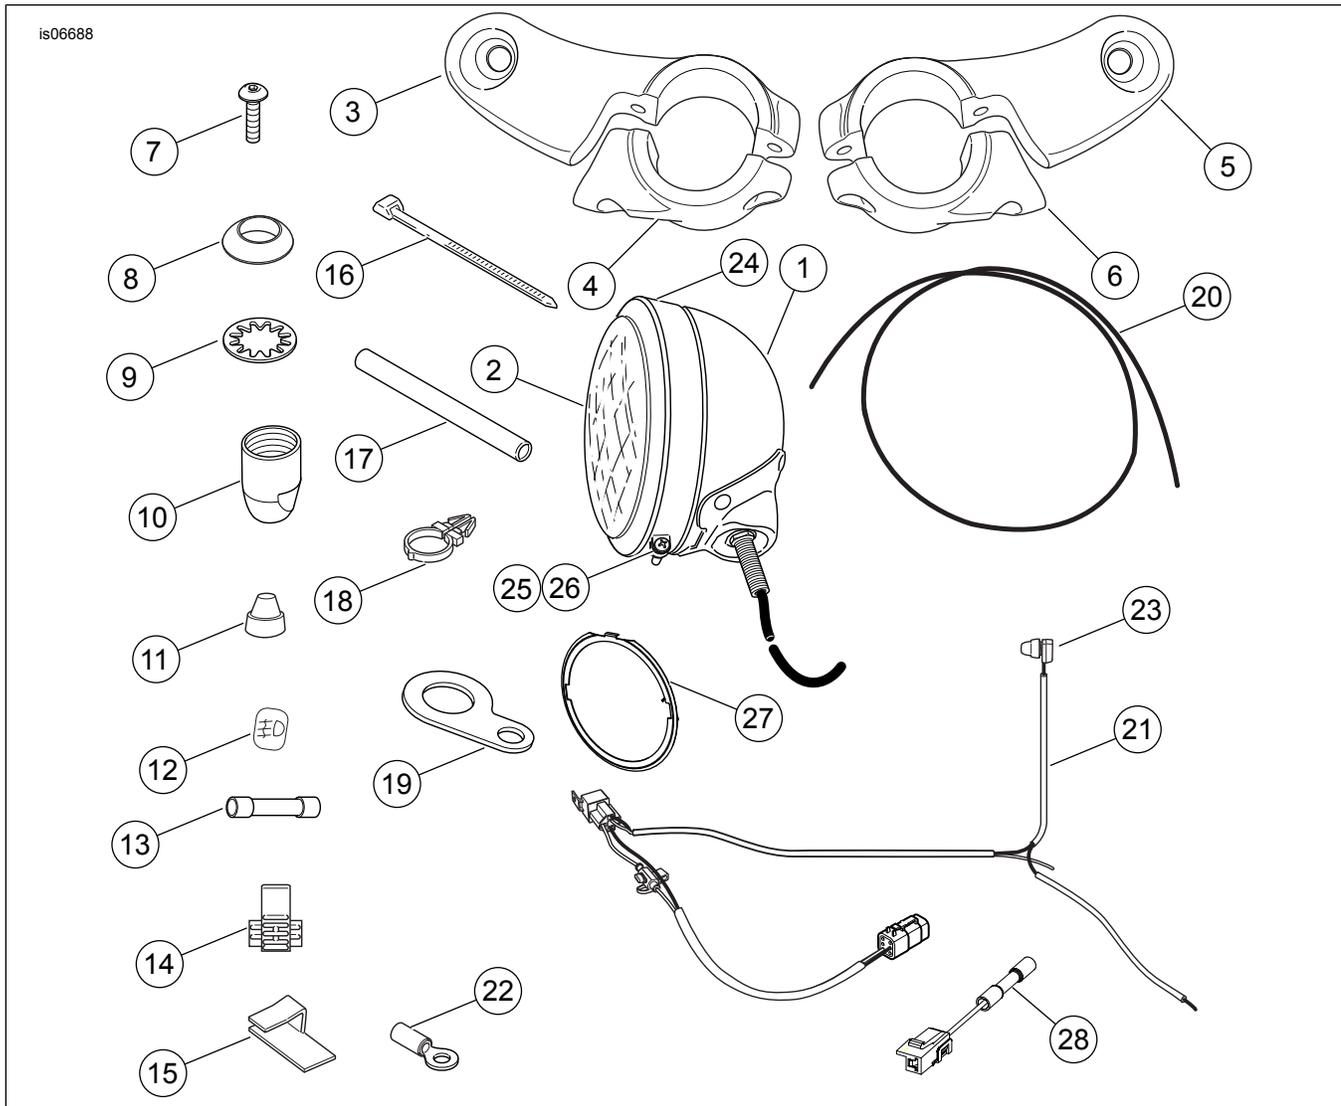

Figure 10. Pièces détachées : kit de feu auxiliaire chromé
Voir Figure 10 et Tableau 1.
6. Voir Figure 10. Rechercher l'anneau de garniture externe (24), l'anneau à emboîtement interne (27) la vis (25) et l'écrou (26).
12. **Modèles Softail de 2011 et plus récents** : Raccorder le connecteur Deutsch à 6 fiches au connecteur de diagnostics/P&A à 6 fiches sur le faisceau du véhicule. **Tous les modèles de 2003 et plus anciens** : Couper le connecteur à 6 fiches du faisceau. Installer une borne circulaire du kit sur le conducteur d'alimentation blanc et le connecter à la borne du goujon en cuivre (BAT) du disjoncteur du circuit principal. **Tous les modèles de 2004 et plus récents sauf les modèles Softail de 2011 et plus récents** : Couper le connecteur à 6 fiches du faisceau. Épisser le faisceau de connexion volante B+ (élément 28, Figure 10) au conducteur d'alimentation blanc et connecter la connexion volante au connecteur B+ sur le faisceau. Voir la section CONNECTEURS BOUT À BOUT SCELLÉS du manuel d'entretien.
13. **Tous les modèles sauf les modèles Softail de 2011 et plus récents** : Installer une borne circulaire du kit sur le conducteur de masse noir du faisceau. Connecter le fil de masse noir (2) avec la borne circulaire au goujon de masse sous la selle, ou à toute bonne connexion de masse électrique. Attacher le faisceau du kit aux faisceaux adjacents avec des serre-câbles (élément 16, Figure 10).
15. Voir Figure 10. Prendre le support de montage de l'interrupteur (élément 19) du kit. Retirer la gaine du commutateur de feu et installer le commutateur dans le support. Replacer la gaine sur l'interrupteur.
Si la gaine devient usée ou endommagée, ou si elle est perdue, remplacer la gaine pour empêcher que l'humidité n'entre dans l'interrupteur. Voir Figure 10 (élément 11).
17. Voir Figure 10. Attacher le branchement du commutateur de feu du faisceau au guidon en utilisant les retenues de faisceau de fils (élément 18) selon les besoins. Mettre en place d'un coup sec les retenues dans les trous du guidon.
27. Voir Figure 10. Attacher les fils au support de direction de fourche inférieur en utilisant les attaches à support adhésif (15) du kit.